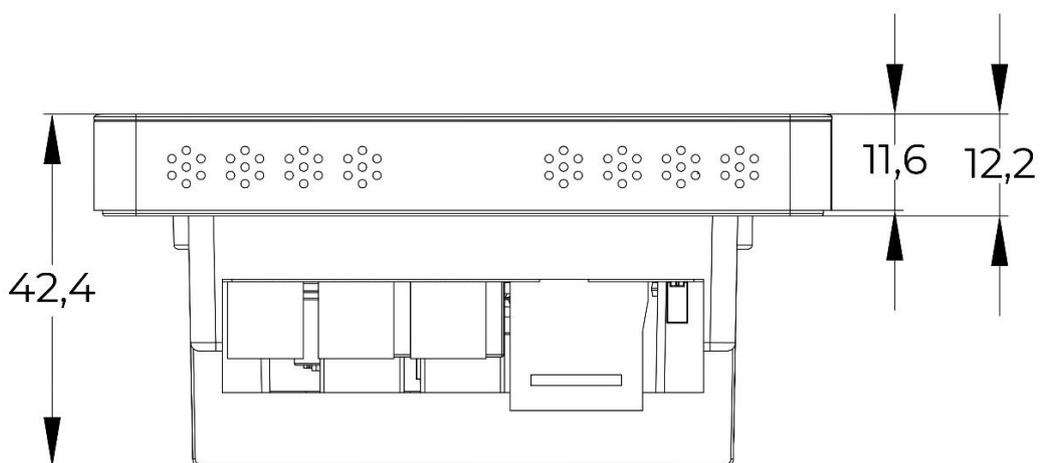

Рис. 23.: Дисплейный модуль. Эскиз. Вид снизу.
- Рис. 23.: Дисплейный модуль. Эскиз. Вид снизу.